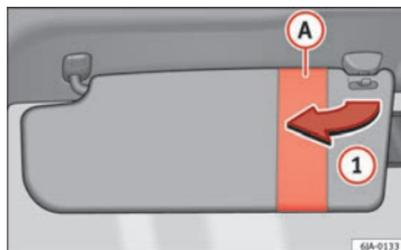
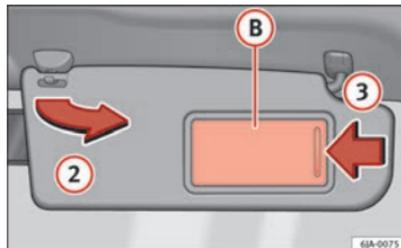

Fig. 63 Pala de sol do condutor
Fig. 64 Pala de sol do passageiro
As palas de sol do condutor e do passageiro podem ser desencaixadas dos seus suportes centrais e viradas para as portas no sentido da seta ① ⇒ Fig. 63 e ② ⇒ Fig. 64 respectivamente.
A pala de sol do passageiro vem fornecida com um espelho de cortesia ⑤ com tampa. A tampa abre-se deslizando-a no sentido da seta ③ ⇒ Fig. 64.